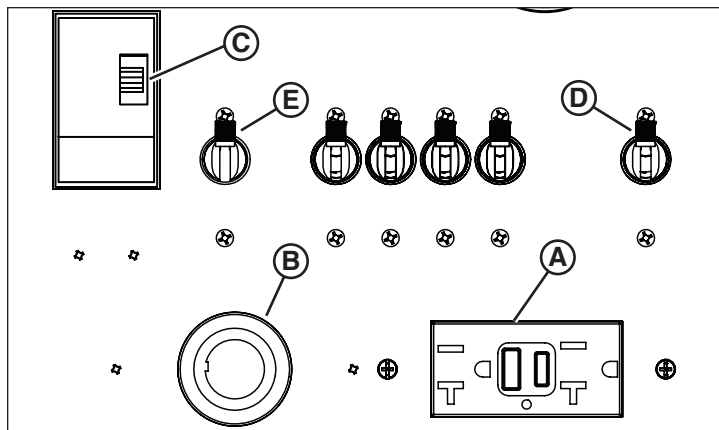

Figure 20
Le tableau de commande est pourvu d'une prise de disjoncteur de fuite de terre (A, Figure 20) et d'une prise Twistlock en option (B).
Le courant est amené aux prises seulement lorsque le moteur est en marche et le disjoncteur principal (C, Figure 20) est en position ON.
Chaque prise est protégée par un disjoncteur dédié : 20 A pour disjoncteur de fuite à la terre (D, Figure 20), 30 A pour Twistlock (E).